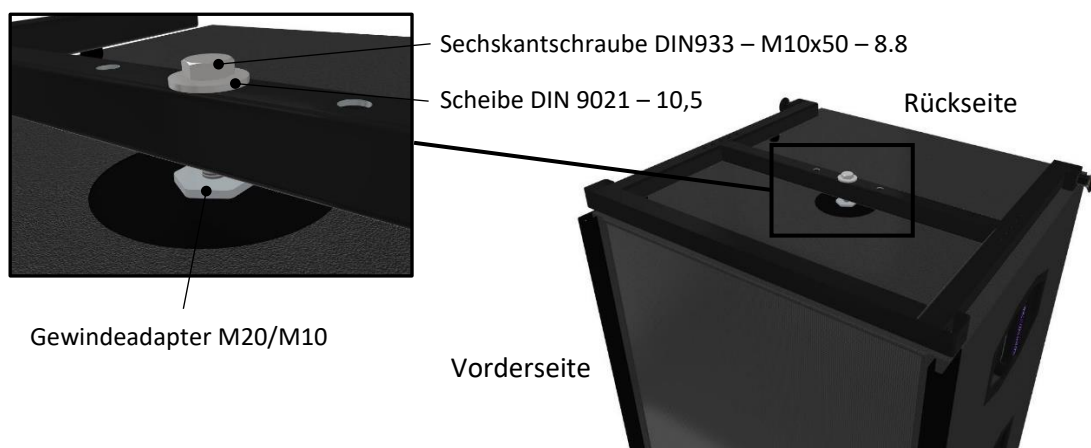

Abbildung 19: Montage des Flug-Steprahmens auf Bässen ohne Quick-Lock
- Richten Sie den Step-Rahmen so aus, dass dieser mit allen vier Gummifüssen auf dem Bass aufliegt und die vordere Strebe analog Abbildung 19 nach vorne zeigt.